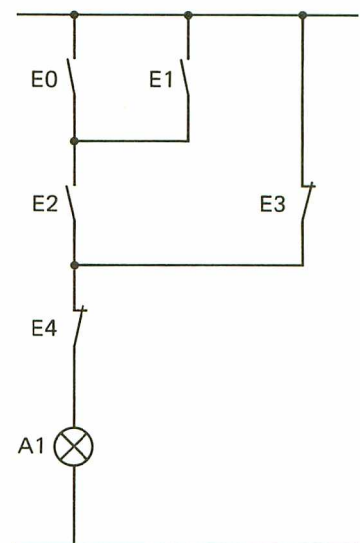

Bild F21.1
- 3) Stellen Sie bitte für das Schaltnetz in Bild F21.1